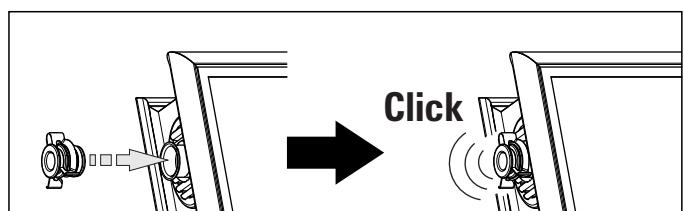

Bild 4-21 Arbeitsschritt 6
- Bei der Kabelführung darauf achten, dass kein Regenwasser zur Einstekstelle des Fühlers hin ablaufen kann (mit Abtropfbogen verlegen siehe Bild 4-21).